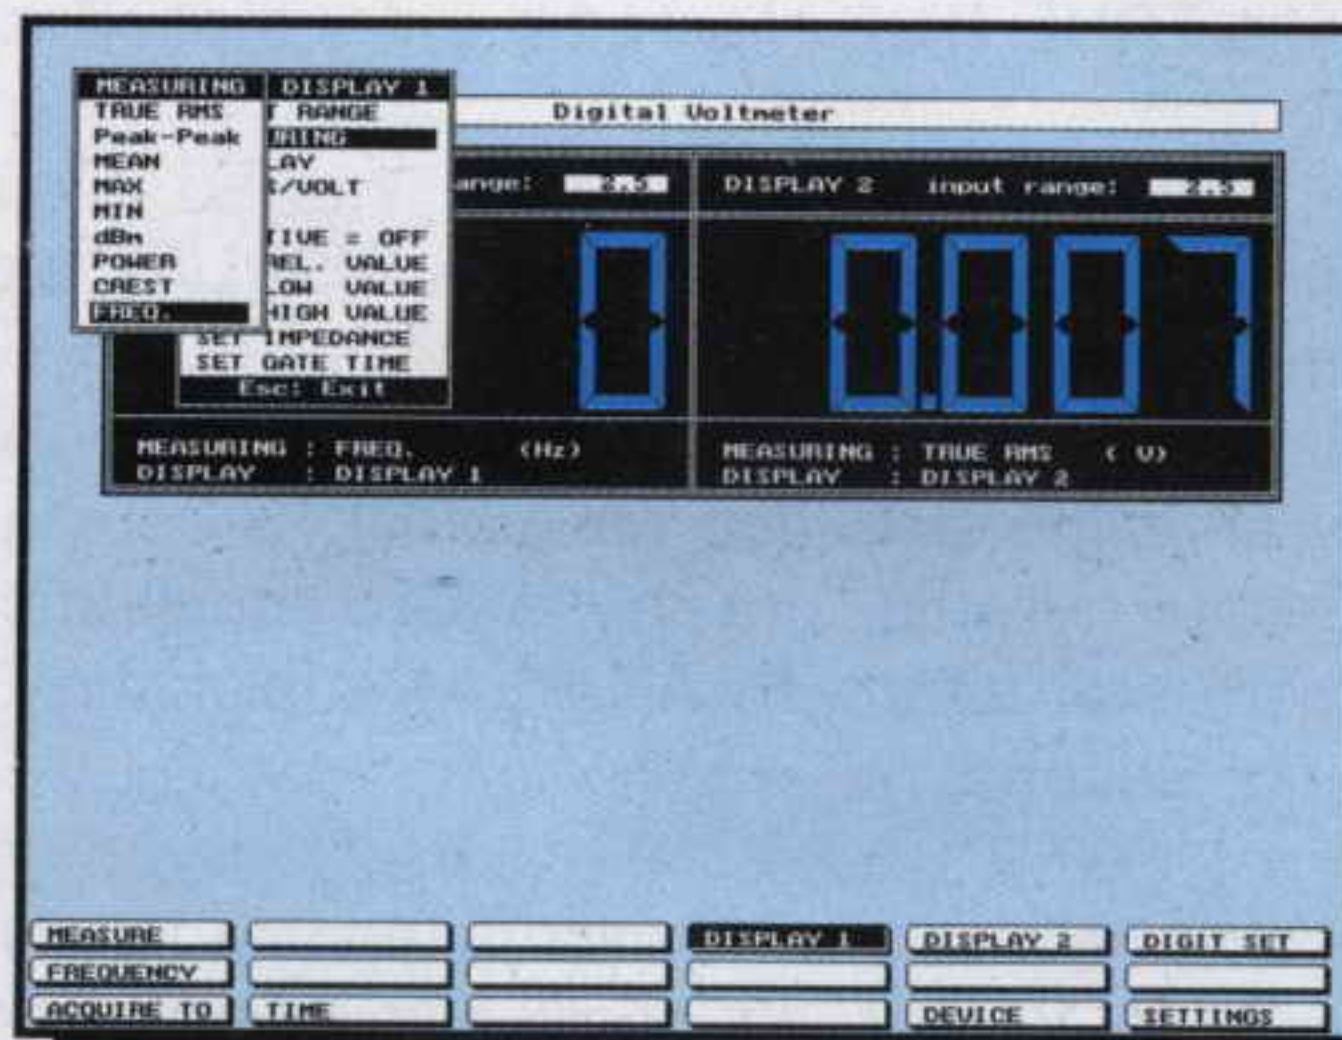

Fig.28 Se volete leggere una Frequenza dovrete portare il cursore sulla riga **FREQ.** poi pigiare Enter. La max. frequenza che possiamo leggere è di **30.000 Hz**.
– Portiamo il cursore nella finestra **DISPLAY 1** e pigiamo Enter. Nella finestra che appare andiamo sulla scritta **MEASURING** (vedi fig.28) poi premiamo Enter.